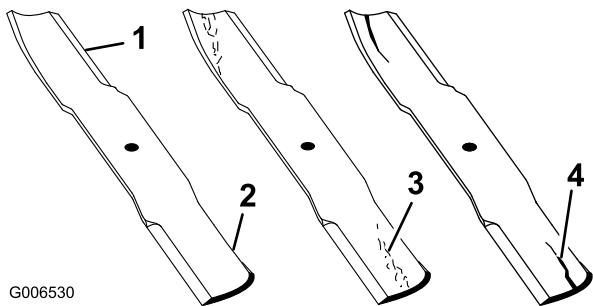

Bild 56
1. Untersuchen Sie die Schnittkanten (Bild 56). Entfernen und schärfen Sie die Messer, wenn die Schnittkanten nicht scharf sind oder Auskerbungen aufweisen. Siehe „Schärfen der Messer“.
2. Prüfen Sie die Schnittmesser, insbesondere den gebogenen Bereich (Bild 56). Wenn Sie Schäden, Verschleiß oder Rillenbildung in diesem Bereich feststellen (Bild 56), sollten Sie sofort ein neues Schnittmesser einbauen.